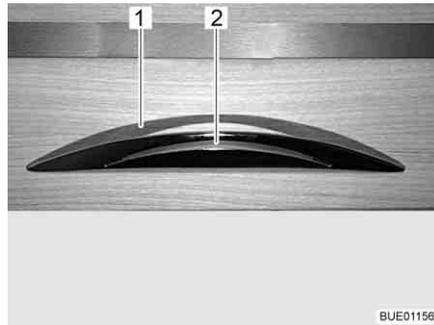

Bild 58 Möbelklappe mit Entriegelungsgriff
- Entriegelungsgriff (Bild 58,2) drücken und gedrückt halten.
- Am Entriegelungsgriff (Bild 58,1) ziehen, bis die Möbelklappe offen ist.